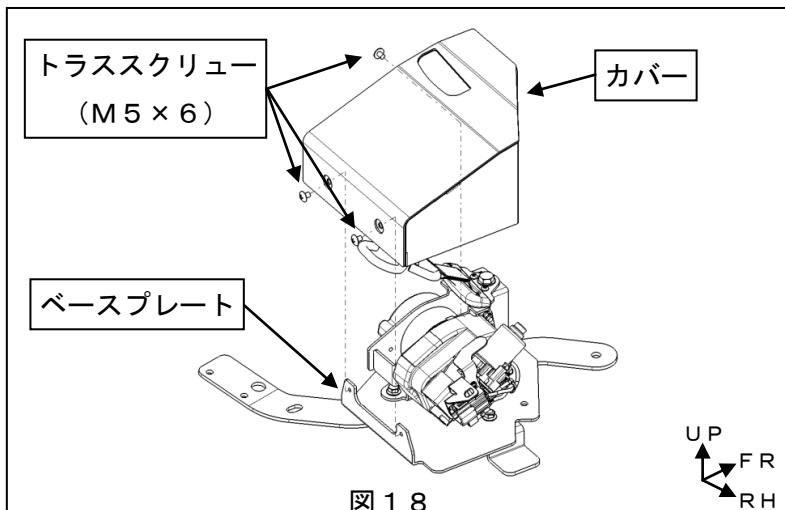

図18
1. カバーをベースプレートに被せてトラスクリュー(M5 x 6) 3ヶ所で固定する。(図18参照)